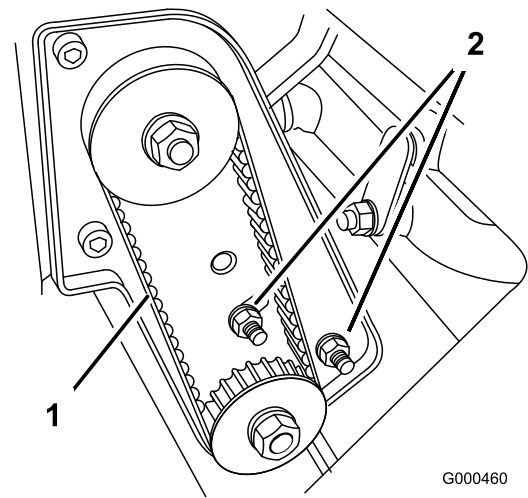

Bild 39
- A. Lösen Sie die Befestigungsmuttern des Lagergehäuses (Bild 39).
- C. Halten Sie die Einstellung des Drehmomentschlüssels und ziehen Sie das Lagergehäuse an den Befestigungsmuttern fest (Bild 39). Ziehen Sie den Riemen nicht zu stark an.